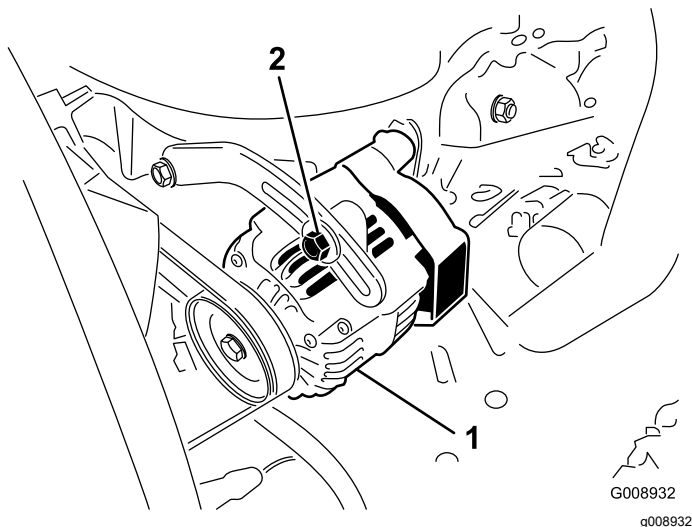

Figura 77
Compruebe la condición y la tensión de las correas (Figura 77) cada 100 horas de operación.
2. Si la desviación no es de 10 mm, afloje los pernos de montaje del alternador (Figura 77).